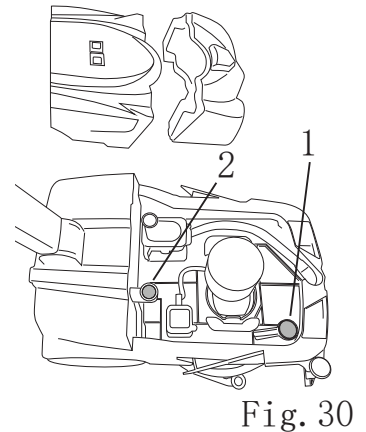

Fig. 30
- 移除滤网，并用清水冲洗（图30，编号1）。
- 移除滤网，并用清水冲洗（图30，编号2）。